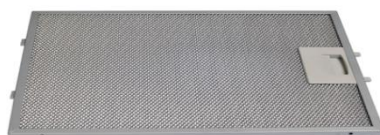

Рис. 1
1. Снимите алюминиевый жирулавливающий фильтр (рис. 1).
6. Установите алюминиевый жироулавливающий фильтр (рис. 1).
Для отсоединения алюминиевого фильтра (рис. 1) следует нажать на пружинный замок на фильтре и вынуть его. Установка фильтра производится в обратном порядке.